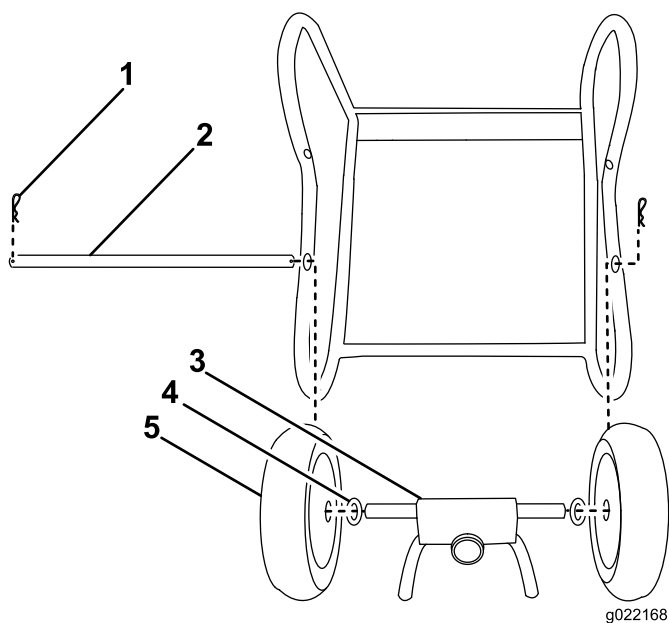

Figure 3
1. Glissez la tige d'essieu dans le cadre de la machine; voir Figure 3.
2. Glissez la tige d'essieu, les roues, les rondelles et la plaque de montage de pivot en place; voir Figure 3.
3. Fixez les roues et la tige d'essieu en place avec les goupilles fendues; voir Figure 3.